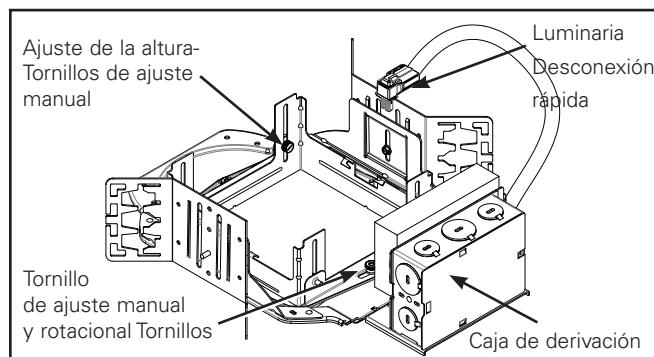
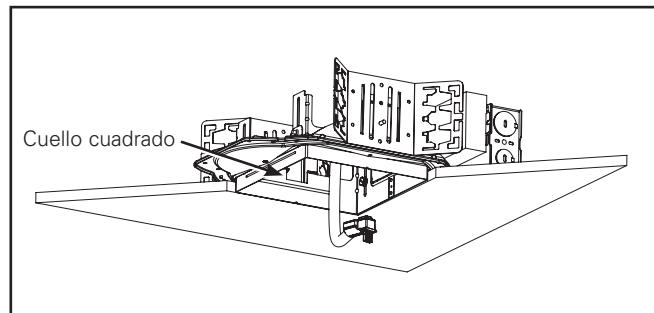

Figura 3.
Figura 4.
2. Ajuste los tornillos de ajuste del soporte suspensión (Figura 3) para que modo la parte inferior del cuello cuadrado quede a ras de la línea del cielo raso acabado. (Figura 4) El soporte de suspensión es reversible para un ajuste total de 5".
3. (Altura): El cuello cuadrado también se puede ajustar si afloja los 3 tornillos de ajuste manual y los ajusta de modo que el cuello quede a ras con el cielo raso. Una vez lograda la altura deseada, ajuste los tornillos de ajuste manual (Figura 3).
4. (Rotación): Si se requiere rotar el cuello cuadrado, afloje los 2 tornillos de ajuste manual. Gire el cuello cuadrado a la posición deseada. Ajuste los tornillos de ajuste manual al finalizar (Figura 3).